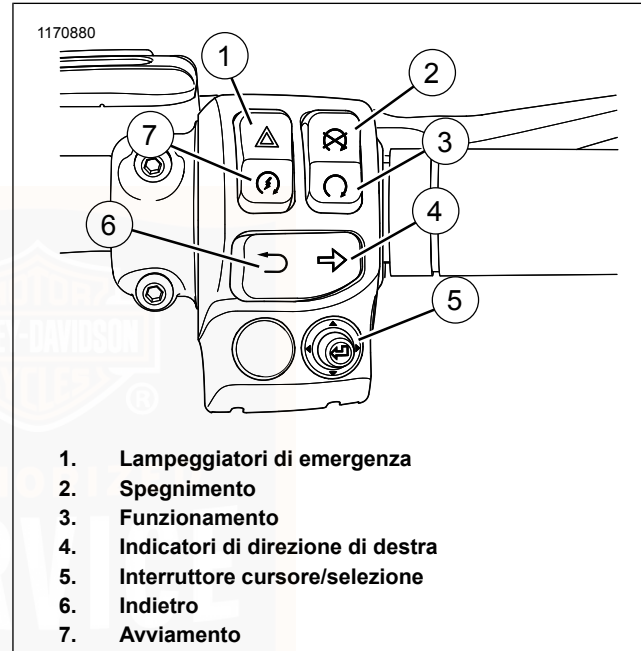

Figura 45. Modulo dell'interruttore di destra (tipico)
2. Vedere Figura 45 . In presenza del portachiavi elettronico del sistema di sicurezza, portare l'interruttore di ARRESTO/FUNZIONAMENTO su FUNZIONAMENTO.